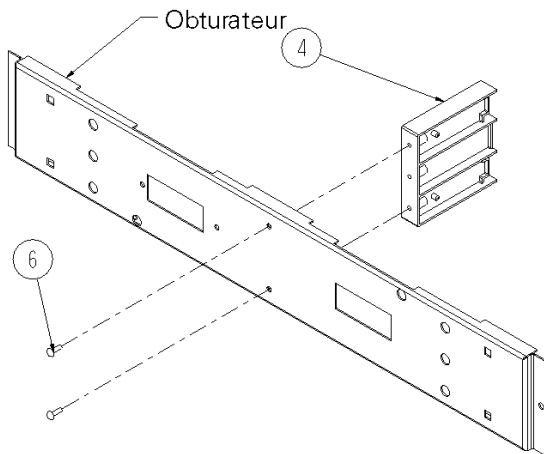

Figure 2. Rivetage de la cloison à l'obturateur.
2. Attacher le centre de la cloison à l'obturateur. Mettre les rivets à chasser en acier [6] dans les trous de dégagement de l'obturateur [1, 2] et aligner avec les ouvertures appropriées dans le centre de la cloison [4], comme montré à la Figure 2. Frapper légèrement les rivets avec un marteau pour les fixer dans le centre de la cloison.